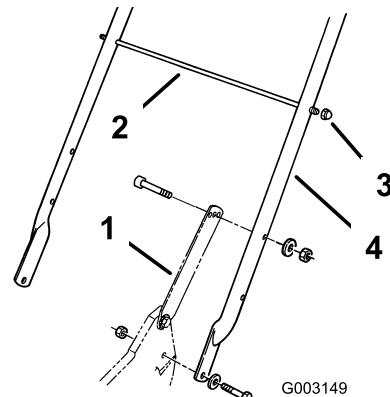

Figura 3
2. Fije los cierres del manillar al manillar con dos pernos (5/16 x 1-1/2 pulgadas), arandelas, y contratuercas (5/16 pulgada) (Figura 3).
1. Fije el manillar al exterior de la carcasa del cortacésped (usando el taladro inferior) con 2 pernos (5/16 x 1-1/4 pulgadas), arandelas y contratuercas finas (5/16 pulgada) (Figura 3).
3. Deslice la varilla de soporte de la bolsa por el segundo (desde arriba) taladro de montaje de cada lado del manillar y fije cada extremo con una contratuerca de caperuza (Figura 3).